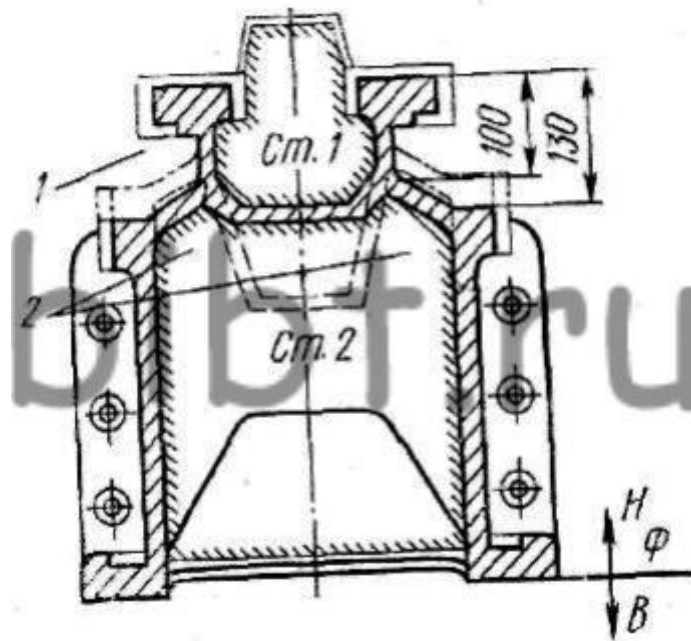

Рисунок 7 Графическое изображение технического решения
8. Не допускать наличия узких болванов 1, 2 как в форме, так и в стержнях (прежнее положение стенок изображено штрихпунктирной линией) (см. рисунок 7).